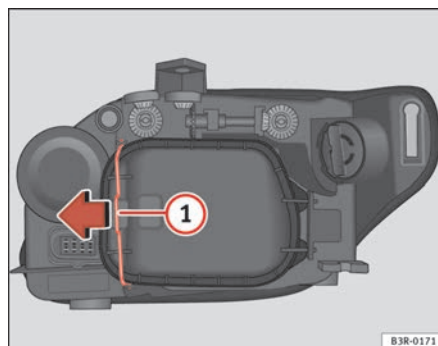

Fig. 216 Lampadina Luci di posizione
Anche se non necessario, estrarre prima la copertura ⇒ pag. 282, fig. 216, rende più facile la sostituzione della luce diurna. ■
- Far scorrere il tirante ⇒ fig. 216 (1) nel senso della freccia e sfilare la copertura separando prima il lato del tirante ed estraendo dopo le due linguette dell'estremità opposta.